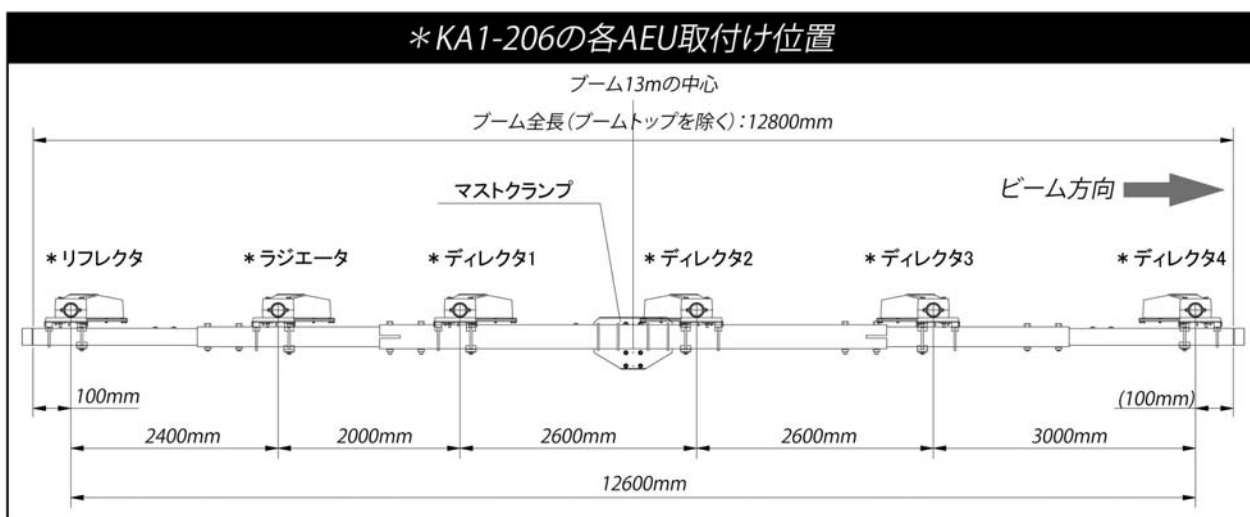
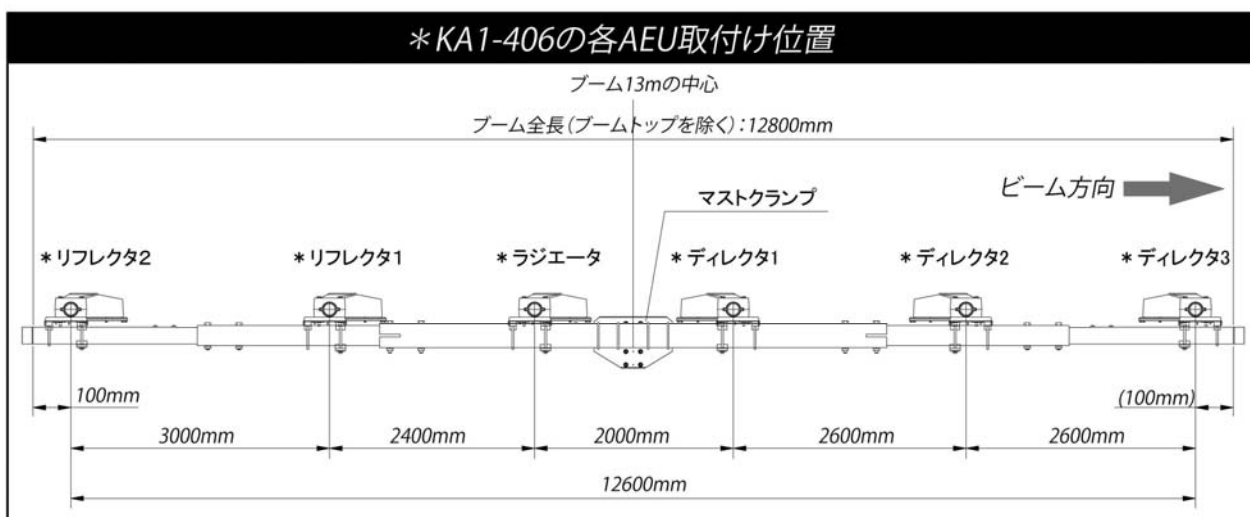

図8
図9
〔図8、図9参照〕
- ・図8 (KA1-206)、図9 (KA1-406) に明記されているAEU取付け位置寸法値は、ブーム13mの両端（ブームトップを除く）を基準にして指示されています。